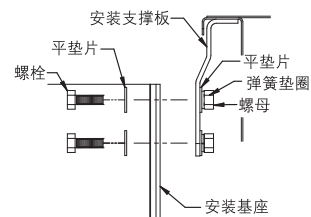

图20 - 基座的安装
2. 用3/8" (10mm)的平垫片、弹簧垫圈和螺母确保基座固定在支撑板上（见图20）。